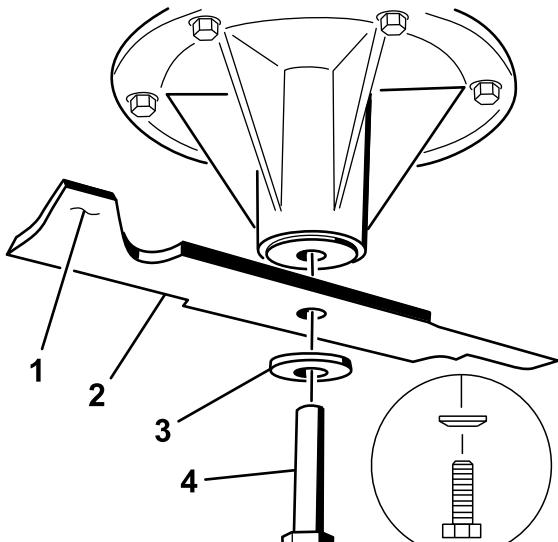

Figura 92
- Togliete il bullone, la rondella curva e la lama dall'asse del fusello (Figura 92).